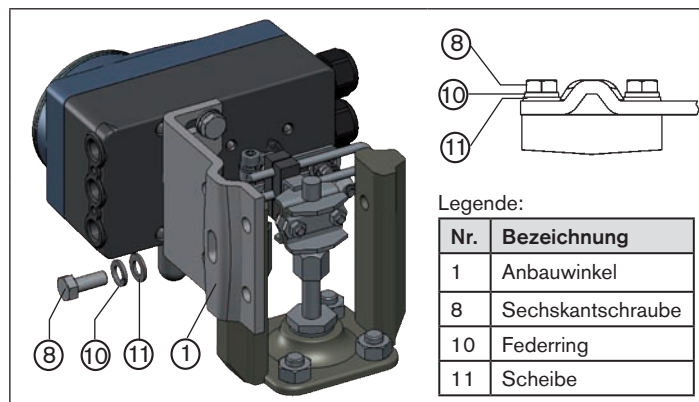

Bild 10: Positioner mit Anbauwinkel befestigen; bei Antrieben mit Gussrahmen
→ Anbauwinkel mit einer oder mehreren Sechskantschrauben ⑧, Scheiben ⑪ und Federringen ⑩ am Gussrahmen befestigen (siehe „Bild 10“).